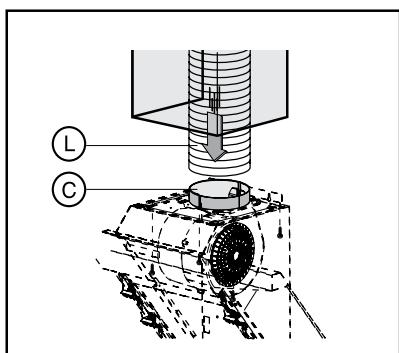

Рис. 14
6. Если Ваша вытяжка будет работать в режиме отвода воздуха в вентиляционную шахту (см. пункт «Эксплуатация вытяжки»), подсоедините воздуховод **L** (в комплект поставки не входит) к выходному отверстию С вытяжки (см. рис.14). Рекомендуется использовать воздуховод диаметром 150 мм. Использование воздуховода диаметром 120 мм снижает производительность и увеличивает шум при работе вытяжки. Если все же Вы устанавливаете воздуховод диаметром 120 мм, то на выходное отверстие **C** предварительно необходимо установить переходной фланец, имеющийся в комплекте поставки. Место стыковки переходного фланца с выходным отверстием вытяжки и воздуховода с переходным фланцем необходимо промазать герметиком, а сам воздуховод закрепить с помощью хомута (в комплект поставки не входит и приобретается отдельно).